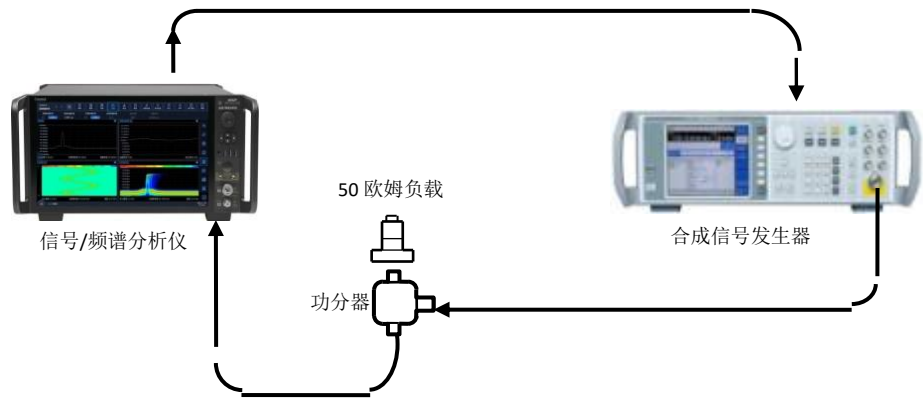

图 7.33 电子衰减器频率响应测试示意图 (2Hz ~ 100MHz)
- 9) 如图 7.33 连接测试仪器和设备，功分器的两个输出端分别接 50 欧姆负载和 4082 信号/频谱分析仪；